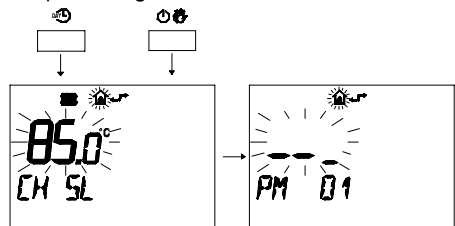

fig. 5.22
- 2 Premere contemporaneamente i pulsanti  e  per entrare nella programmazione trasparente fig. 5.22